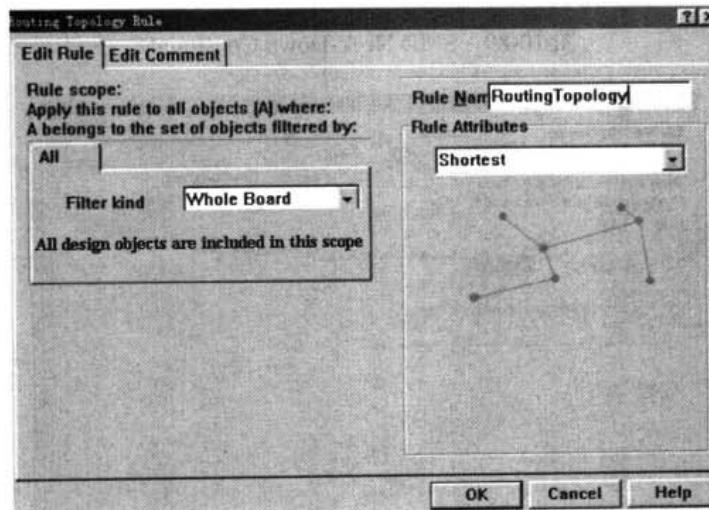

图 10-87 布线拓扑结构设置对话框
- Routing Topology: 布线拓扑结构。该规则用于设置各个网络的引脚之间的布线规则。Routing Topology Rule (布线拓扑结构) 设置对话框, 即如图 10-87 所示。在 Rule Attributes 栏的下拉列表中有以下 7 种拓扑结构可选, 包括 Shortest (最短连线)、